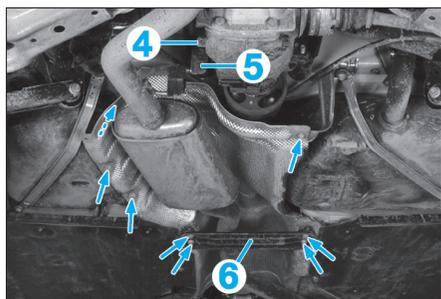

Fig. 60
- Déposer l'écrou (4), faire pivoter le support (5) du système d'échappement vers l'arrière (Fig.60).
- la barre de renfort (6).